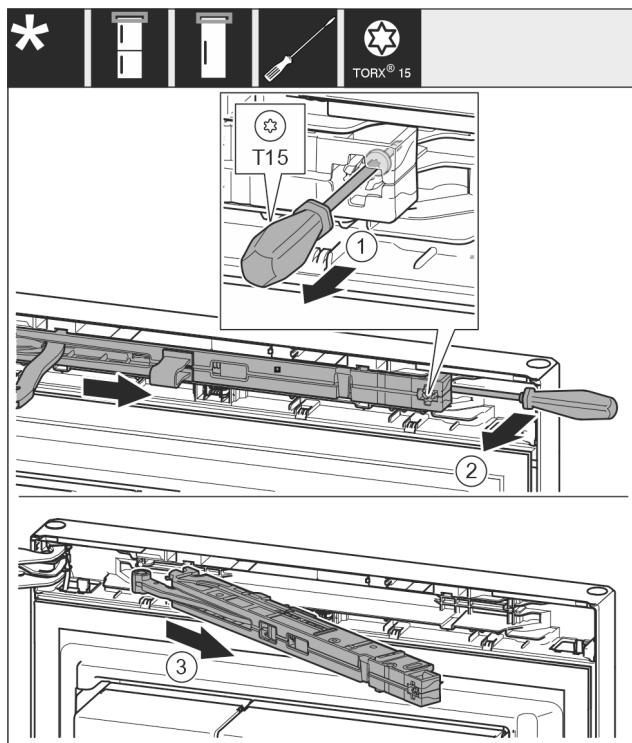

Fig. 11
- Šroub Fig. 11 (1) na jednotce tlumiče zavíráni povolte šroubovákem 14 mm.
- Vypačte jednotku tlumiče zavíráni Fig. 11 (2) na straně madla šroubovákem dopředu.
- Vytáhněte jednotku tlumiče zavíráni Fig. 11 (3).